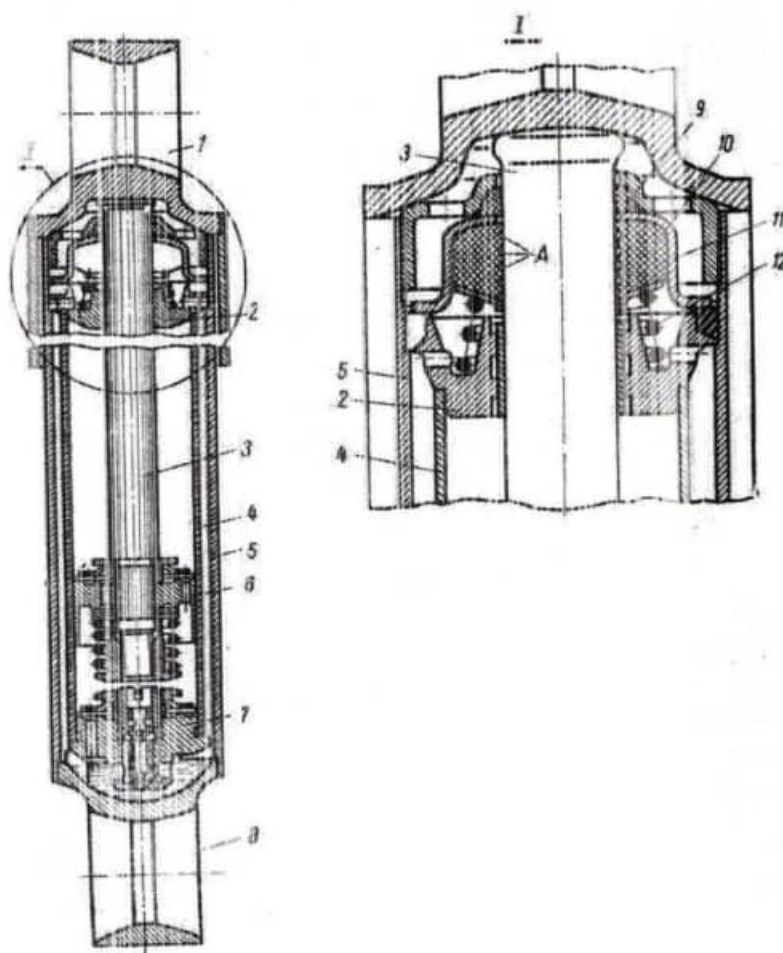

Рис.16.7.
4. Укажите позиции рис. 16.7. Объясните назначение и работу.